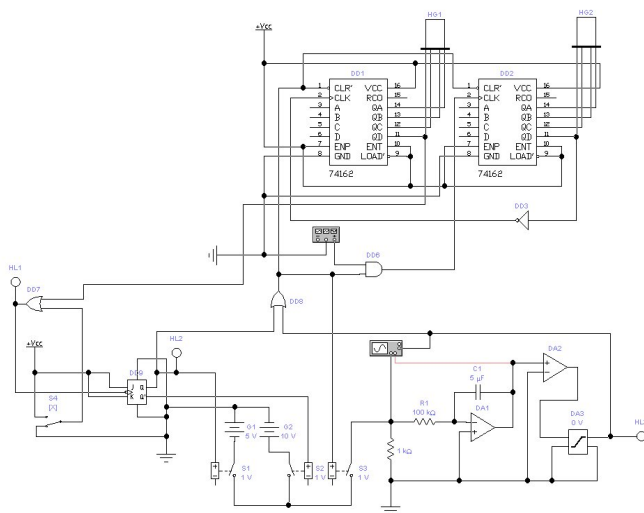

Рис.3. Схема электрическая принципиальная АЦП двойного интегрирования
Для измерения выходного напряжения, соответствующего входному двоичному коду (то же самое, что порядковый номер ступеньки), поочередно передвигайте мышкой красный измерительный маркер 1 на соответствующую ячейку. Результат измерения $VA1$ считывается в правом измерительном окне осциллографа (рис.3).
1. Соберите схему АЦП, как это показано на рис.3.